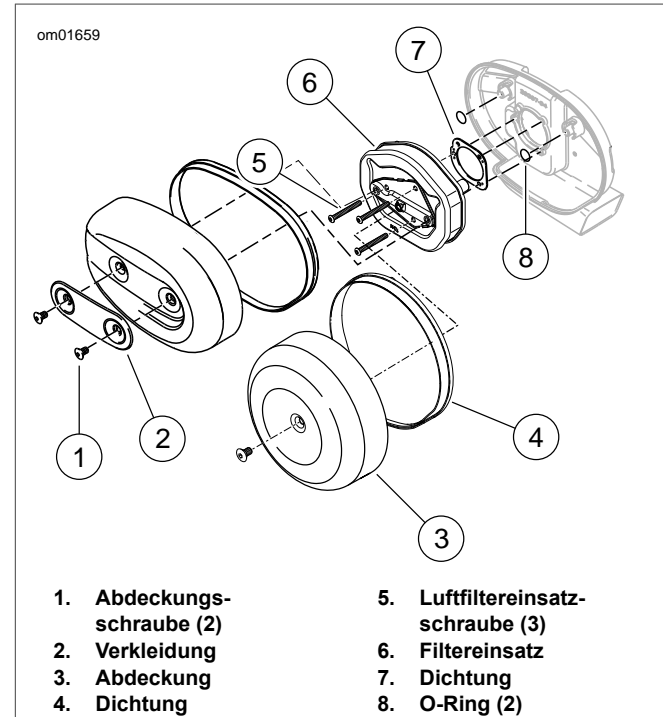

Abbildung 48. Luftfilter
- Siehe Abbildung 48. Die Abdeckungsschraube(n), Verkleidung (außer XL 1200V) und die Luftfilterabdeckung entfernen.